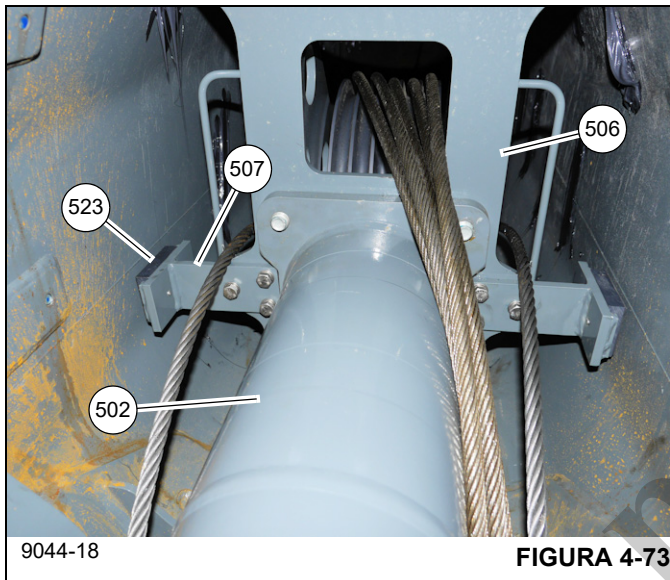

FIGURA 4-73
24. Inserte el cilindro telescópico N.º 1 (502) aún más en la sección telescópica 3 (401). Instale una almohadilla de desgaste (523) en las dos escuadras (507) con pernos y arandelas (537, 531), luego instale las escuadras (507)
en los lados izquierdo y derecho del miembro soldado (506) de la cabeza de polea (vea la Figura 4-73).